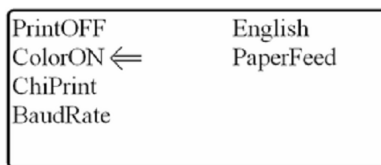

Fig. 20: Colore urina selezionato
1. Utilizzare i bottoni della tastiera per illuminare la voce “ColorON/ColorOFF” (Fig. 20).